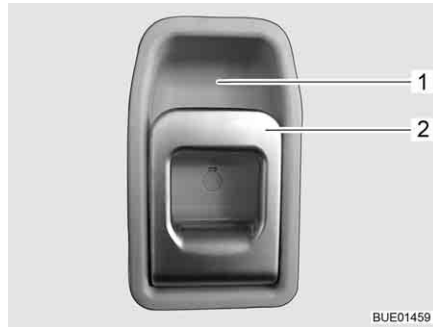

Bild 38 Türschloss Eingangstür, innen
- Öffnen:** ■ Am Griff (Bild 38,2) ziehen. Das Türschloss wird entriegelt.
- Verriegeln:** ■ Den Griff (Bild 38,2) oben in Richtung Griffschale (Bild 38,1) drücken.